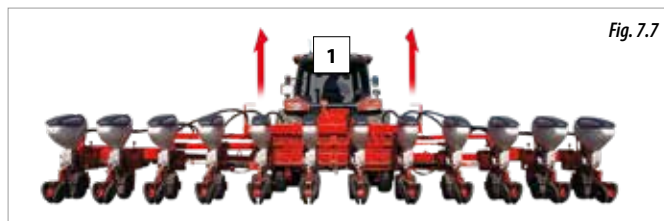

Fig. 7.7
- 2- Ridicați semănătoarea de la pământ (Fig. 7.7).